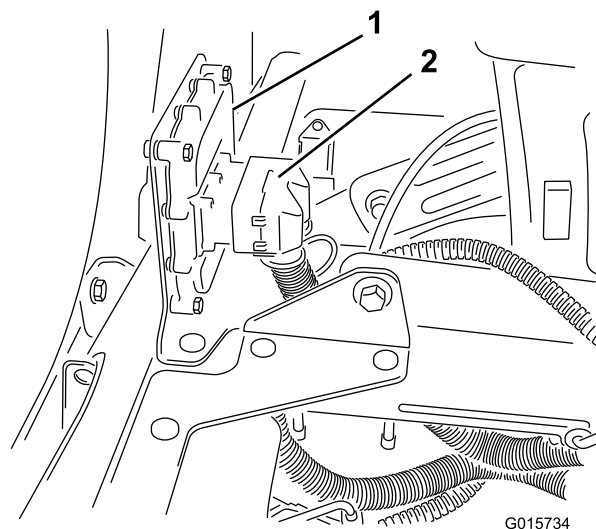

Figura 16
1. Ligue o terminal na cablagem ao controlador electrónico e prenda-o com uma chave Allen (Figura 16).